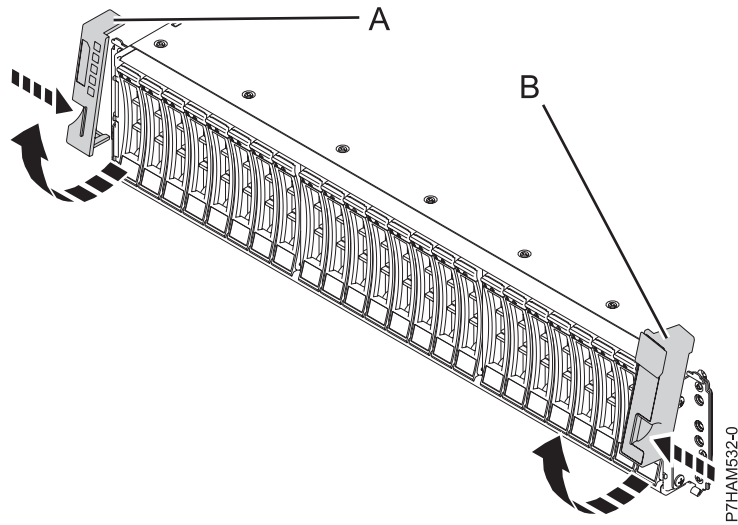

Figure 7. Retrait des panneaux latéraux
1. Retirez le panneau latéral gauche (A) et le panneau latéral droit (B) afin de dégager les supports de montage.
2. Pincez le déclencheur pour faire pivoter le panneau vers le haut et le dégager de la bride du boîtier, comme illustré à la figure 7, à la page 8.